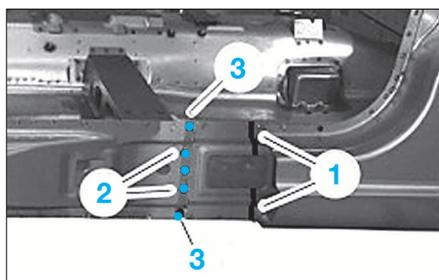

FIG. 35
- Souder en cordon continu sous protection gazeuse (1) par bouchonnage (2) et par résistance par points (3) (Fig.35).